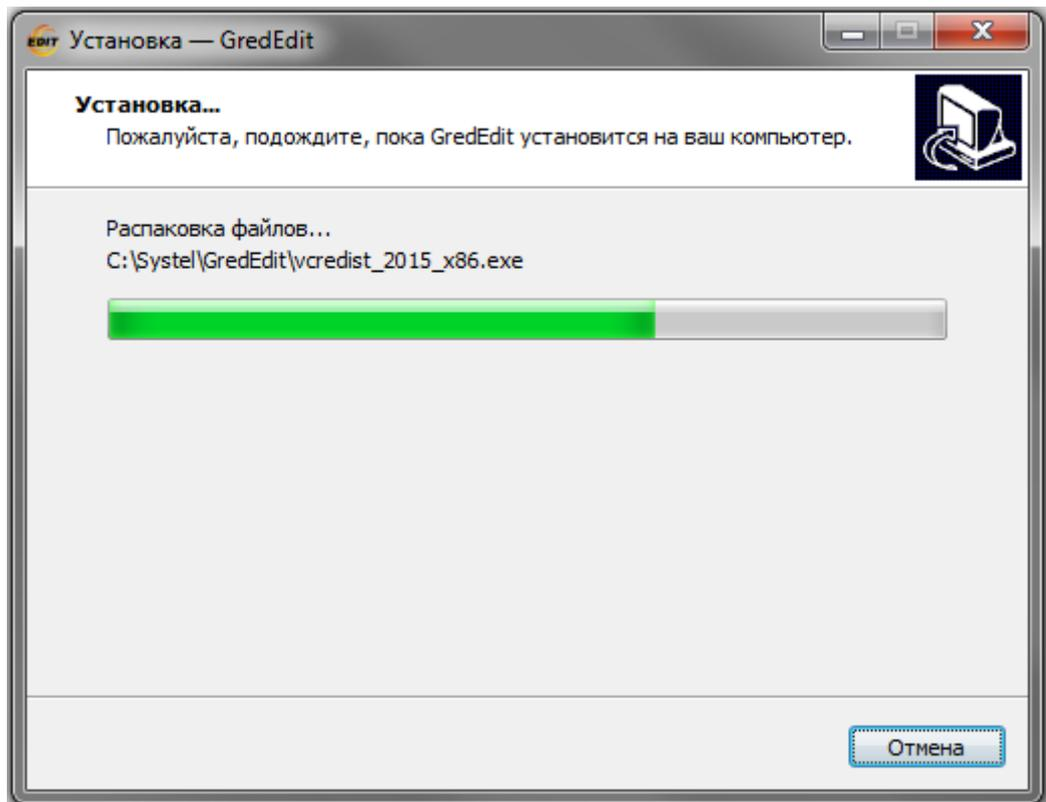

Рисунок 3.9 – Окно «Установка...»
8. После нажатия кнопки «**Установить**» появляется окно «**Установка...**», в котором отображается процесс распаковки и установки файлов на системный диск (Рисунок 3.9).